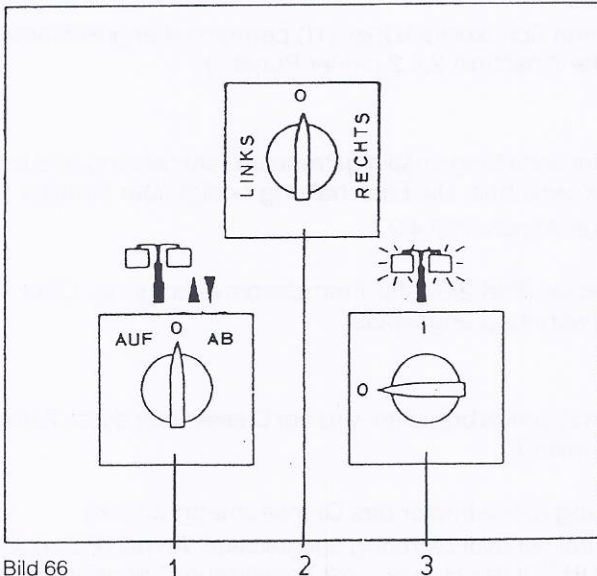

Bild 66
3. Lichtmast läßt sich durch Betätigen des Schalters 1 (Bild 66) nicht ausfahren (Rändelmutter am Fuß des Mastes ist nicht geschlossen).